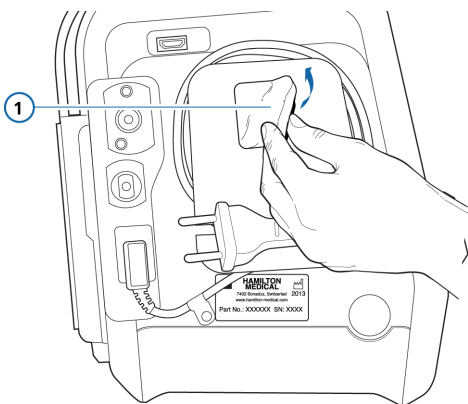

图 10-1. 卸下风扇过滤器 (1)
6. 安装新风扇过滤器（图 10-1）或用温和的肥皂溶液洗涤现有的过滤器、冲洗、干燥并重新安装。